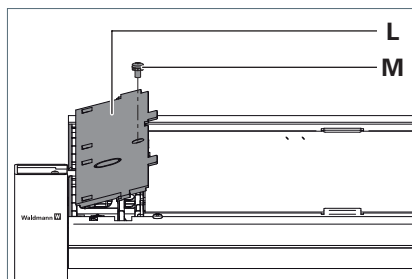

Fig. 7: Montaggio della copertura.
- Applicare la copertura **L** assieme ai ganci sulla parte inferiore della copertura negli occhielli sulla testa dell'apparecchio d'illuminazione e premere la copertura, vedi Fig. 7.